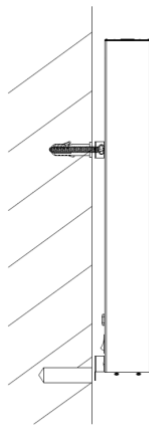

Abb. 3
3. Die Haken sind auf der Rückseite des Geräts vormontiert. Hängen Sie die beiden oberen Haken an die Schrauben, wie in der Abbildung gezeigt (Abb. 3). Markieren Sie die Position der beiden unteren Hakenhalter an der Wand und entfernen Sie das Heizgerät, bohren Sie dann die beiden unteren Löcher ($\Phi 8$) in die Wand und setzen Sie die Kunststoffabdeckung der Expansionsschraube in die Löcher, wie in der Abbildung gezeigt. (Abb. 3).